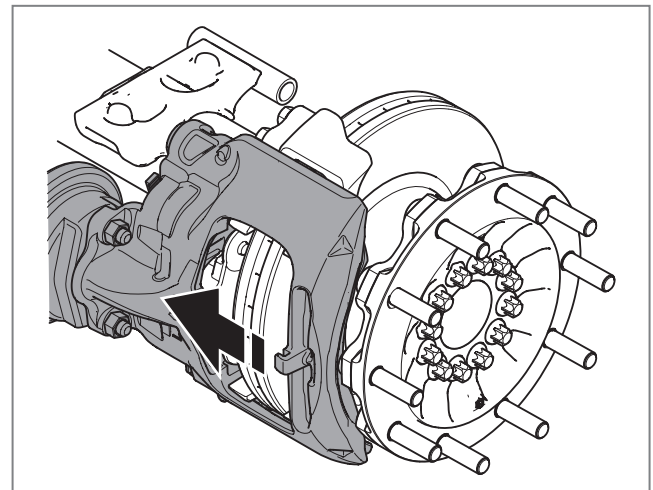

Abb. 32 - Innere Position des Bremssattels
1. Den Bremssattel von Hand soweit wie möglich in Pfeilrichtung bewegen, siehe ► *Abb. 32*.